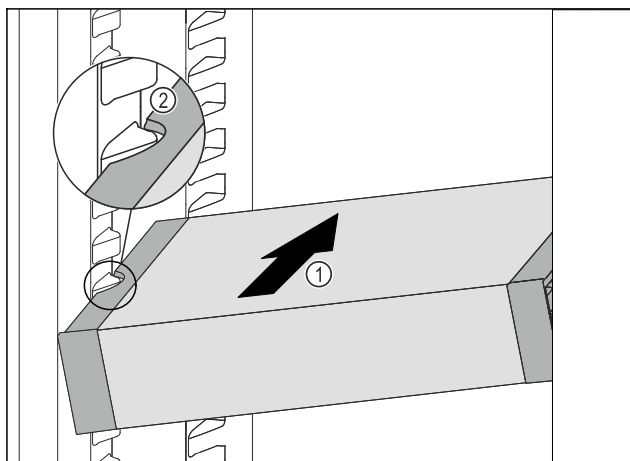

Fig. 94
- VarioSafe schuin in het koelgedeelte schuiven Fig. 94 (1), tot de uitsparingen aan de zijkant Fig. 94 (2) van de VarioSafe op de hoogte van de rib in het koelgedeelte zitten.